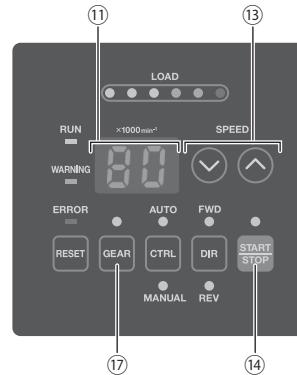

图 28
(4) 马达启动 / 停止 (通过按下图 28 的⑭所示的启动 / 停止按钮 (START/STOP) 马达启动 / 停止。)
(5) 设定马达转速 (通过图 28 的⑬所示的马达转速调节按钮 (SPEED ▲, ▼) 进行设置)。
(3) 设定齿轮比 (通过图 28 的⑭所示的齿轮比设定按钮 (GEAR) 进行设定)。
(5) 设定马达转速
设定参数 **P2** 为 ON 可允许使用图 28 的⑬所示的马达转速调节按钮 (SPEED **▲**, **▼**) 在自动模式下调节马达转速。